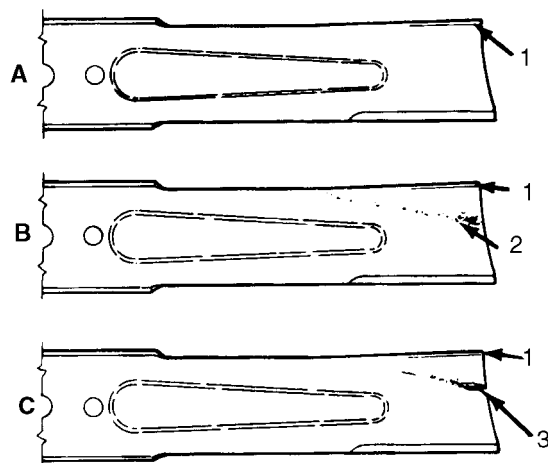

Figure 17
CONTROLE ET AFFUTAGE DE LA LAME (Fig. 17–18)
2. Examiner attentivement les tranchants de la lame, particulièrement au point de jonction de la partie plate et de la partie recourbée (Fig. 17 A). Le sable et les matériaux abrasifs peuvent user le métal qui relie ces deux parties de la lame, aussi vérifier l'état de cette dernière avant d'utiliser la tondeuse. Remplacer la lame si elle semble usée (Fig. 17 B); se reporter à la section *Dépose de la lame de coupe*.